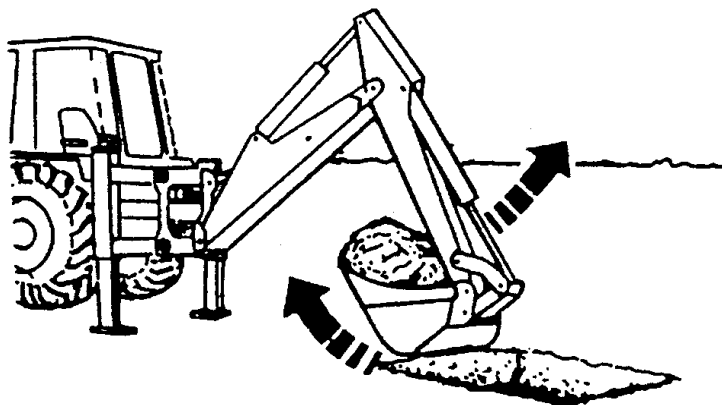

Рис. 4.64. Приостановка ковша
4. После наполнения ковша следует полностью закрыть его и незначительно приподнять (разложить) рукоять. Такая операция способствует тому, что избыток грунта из ковша осыпается в котлован, а не скапливается на площадке между котлованом и опорами (Рис. 4.64).